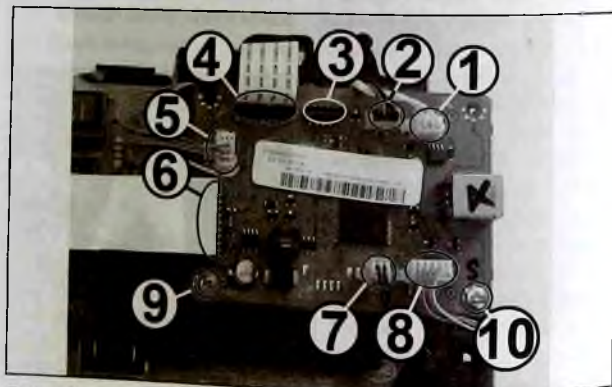

Рис. 12
- датчика температуры (термистора) (1 на рис. 12);
- контактной колодки чипа картриджа (2);
- панели управления (3);
- блока лазера (4);
- двигателя привода редуктора (5);
- платы источников питания (ИП) (6);
- электромагнитной муфты вала подачи бумаги (7);
- датчиков бумаги (8).
Откручивают винт (10 на рис. 12) и саморез (9) крепления платы, перемещают ее к себе и снимают с принтера. Далее снимают изоляционную пластину, расположенную за платой форматера. Установку изоляционной пластины и платы форматера выполняют в порядке, обратном снятию. Проверяют подключение разъемов и шлейфов.